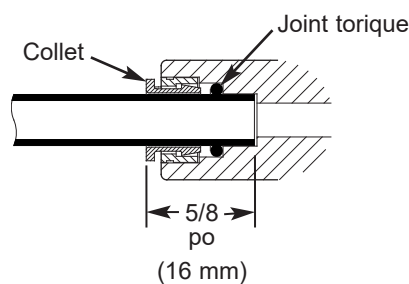
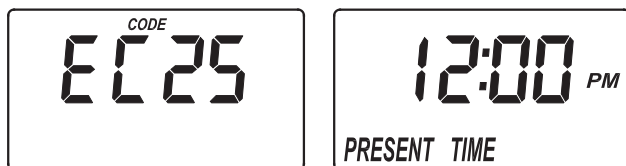

FIG. 13
FIG. 15
- Connectez le tuyau à saumure en insérant l'extrémité dans le raccord à pousser pour connecter sur l'ensemble embout et venturi de la vanne (cf. Fig. 13). Poussez-le jusqu'à ce qu'au moins 16 mm (5/8 po) de tuyau soit inséré (cf. Fig. 15).